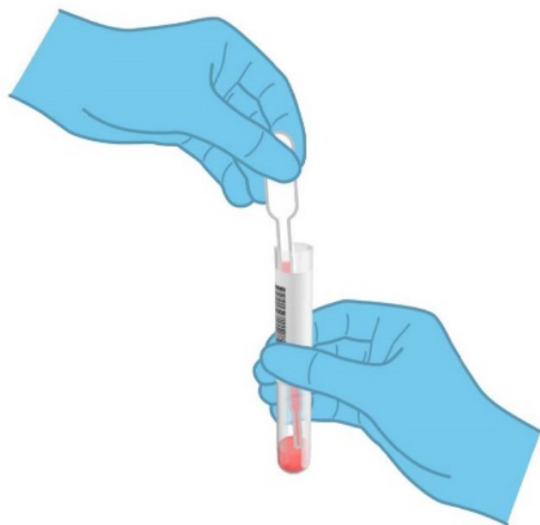

Figura 40. Aspirazione del campione nella pipetta di trasferimento fornita.
5. Aprire la provetta con il campione da analizzare. Utilizzare la pipetta di trasferimento in dotazione per aspirare il fluido fino alla terza linea di riempimento sulla pipetta (vale a dire 300 μ l) (Figura 40).